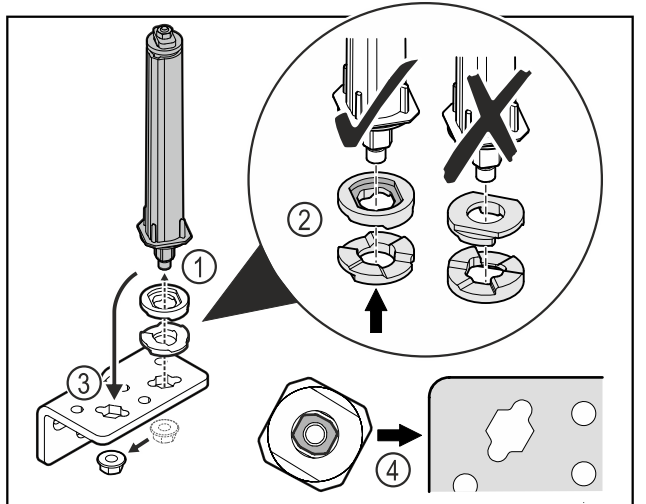

Fig. 31
- Löysää mutteri ja irrota oven lukitusjärjestelmä Fig. 31 (1).
- Varmista, että korkeudensäätölevyt on kohdistettu oikein Fig. 31 (2).
- Siirrä oven sulkemisjärjestelmä saranakulmaan ja kiinnitä se mutterilla Fig. 31 (3).
- Kun asetat paikoilleen, varmista, että oven sulkemisjärjestelmä on oikein kohdistettu Fig. 31 (4).